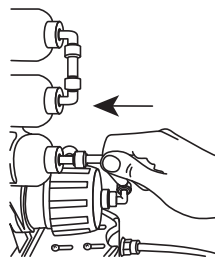

Рис. 36
5.9.6. Подключите трубку от накопительного бака к постфильтру согласно схеме (С – подача очищенной воды из системы в накопительный бак) (Рис. 36).